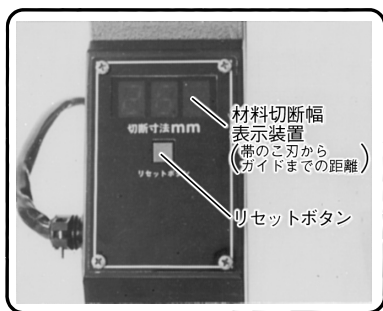

図 28
- (3) デジタル表示装置下のリセットボタンを押して、デジタル表示を にします。(図28)